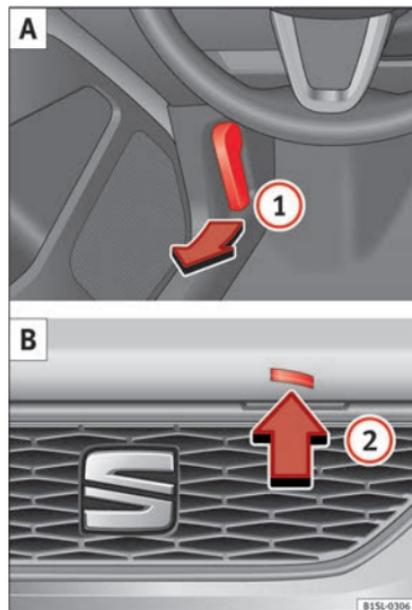

Fig. 8 A: Alavanca de destrancagem na zona dos pés, no lado do condutor. B: Alavanca de destrancagem do capô do motor.
- Puxe a alavanca de destrancagem **1** no sentido da seta » **Fig. 8 A**. Por reação de tensão da mola, o capô do motor é impulsionado do elemento de trancagem da peça porta-fechadura » **Δ** em Preparativos para trabalhar no compartimento do motor na página 202.